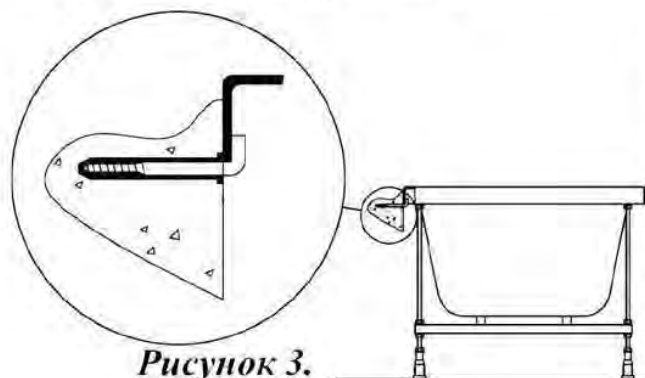

Рисунок 3.
3. Установка ванны (рисунок 3).